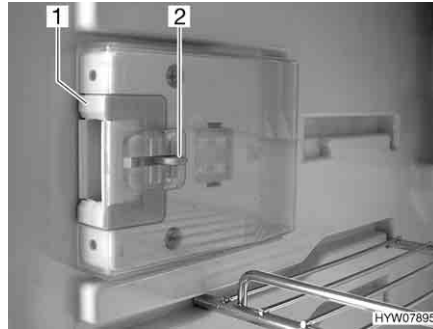
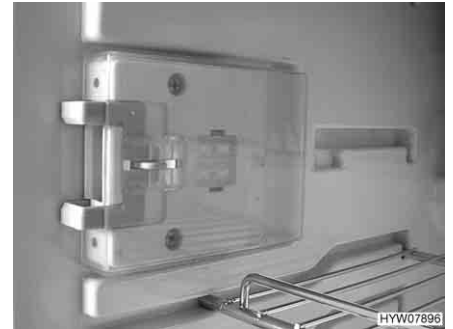

Fig. 182 Dispositivo de cierre en posición normal
Fig. 183 Dispositivo de cierre en posición de ventilación
- Hundir el desbloqueo (Fig. 182,2).
- Empujar el dispositivo de cierre (Fig. 182,1) hacia delante (Fig. 183).